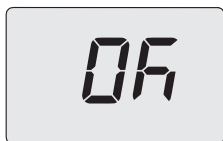

Figura 9.20
- Premendo il tasto 14 (Figura 9.17) si ottiene la conferma del valore inserito. Sul display appare per 3 sec. la scritta "**Ok**" (Figura 9.20), per poi visualizzare la lista dei parametri.